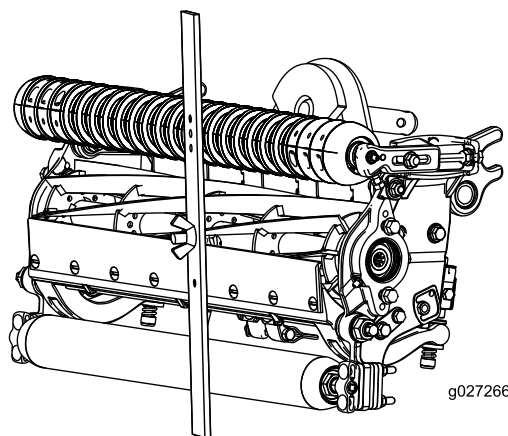

図 17
4. ゲージバーのねじの頭を下刃の先端に引っ掛け、バーの後端を後ローラに当てがう 図 17。
5. バーの前端がローラに当たるように、調整ネジで調整する 図 17。ローラ全体が下刃と平行になるように、ローラの両側を均等に調節する。